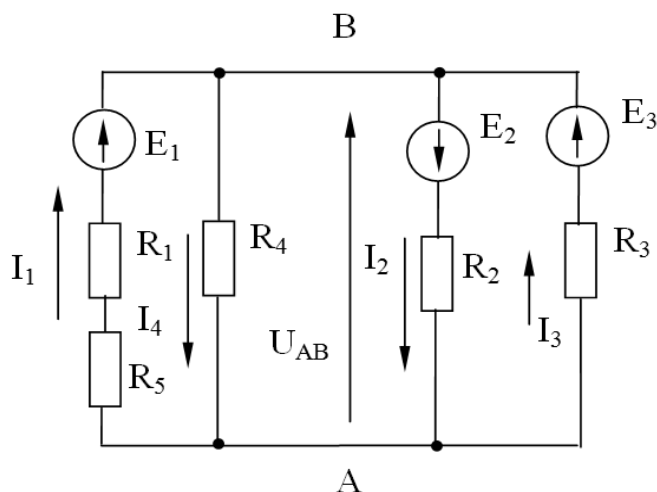

Рисунок 7 – Электрическая цепь к примеру расчета методом двух узлов
**Задача 2.** Составить необходимые уравнения для определения значений токов в ветвях схемы (рисунок 7), используя метод двух узлов.